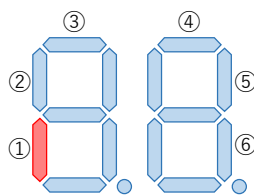

図4 ピンポン球の位置（サーブ直後の位置①）
ピンポン球の速度（表示の待ち時間）として、初期値 $t = 1,000$ [ミリ秒] とする（時間は厳密な値ではなくてよいが、下記（4）（ア）のように徐々に速くなっていることが分かるようにすること）。また、ピンポン球の位置として、7セグに①～⑥の番号を割り当てる（図4）。
- （1） タクトSW赤を「ON」→「OFF」とするとサーブしたものとする。「ピッ」と音が短く鳴って（音程、音長は任意とする）、7セグ左e（【注意事項】（1）ウ 参照）、すなわち①が点灯する（図4）。
- （2） 約 t [ミリ秒] 後、①が消灯し、「ピッ」と音が短く鳴って②が点灯する。同様に、③、④、⑤、⑥の順に音を短く鳴らしながら約 t [ミリ秒] ずつ点灯、消灯しながら移動する。
- （3） ⑥が点灯しているとき、
- （ア） タクトSW黒を「ON」とするとレシーブしたものとする。⑥が消灯し、「ピッ」と音が短く鳴って⑤が点灯する。さらに、⑤から①の順に、「ピッ」と音が短く鳴りながら、約 t [ミリ秒] ずつ点灯、消灯を繰り返して移動する。
- （4） ①が点灯しているとき、